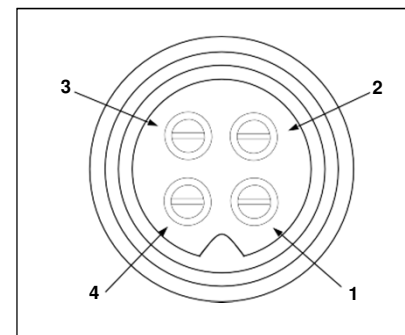

Figura 4: Números das pernas do conector do microfone, visto da parte de trás do receptáculo das pernas.
5. Agora você tem que soldar os fios metálicos nas pernas, como indicado nas tabelas de fixação. Se você tiver um torno ou uma ferramenta de fixação, use-o para segurar o corpo do recipiente das pernas durante a operação de soldagem, para que você possa usar ambas as mãos na soldagem. Se um torno ou uma ferramenta de fixação não estiver disponível, o corpo do receptáculo com perna pode ser mantido no lugar com segurança, inserindo-o no receptáculo do microfone no painel frontal. Os números das pernas do conector do microfone são mostrados na Figura 4, como visto na parte de trás do conector. Antes de soldar os fios às pernas, estanhe o receptáculo em cada perna do plugue.